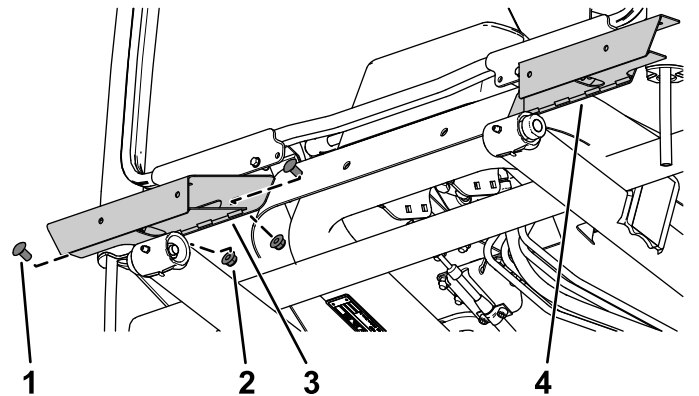

Figura 14
1. Prenda a base da luz esquerda e base da luz direita à estrutura da cabina utilizando dois parafusos de carroçaria (3/8 x 3/4 pol.) e duas porcas de bloqueio (3/8 pol.) em cada lado (Figura 14).